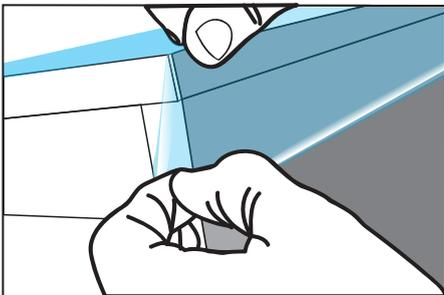

Abbildung 07
- › Wenn Sie die Folie auf der zweiten Kante verkleben, sorgen Sie an der Ecke für eine leichte Überlappung der beiden Folien. (Abb. 07)